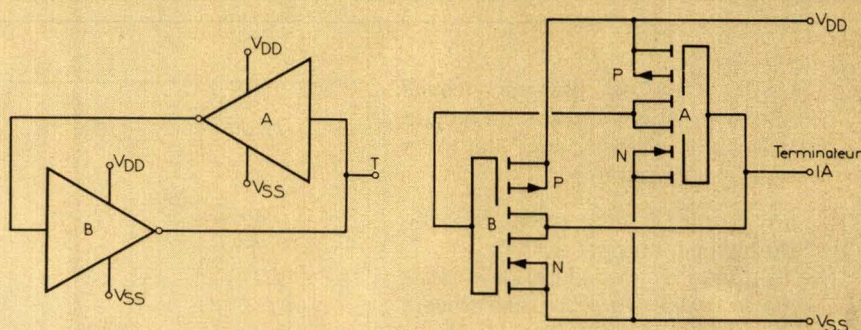

Fig. 1.
Le circuit, très simple, est composé de deux inverseurs C-MOS connectés en série (fig. 1); dès qu'une telle configuration est mise sous tension, le terminateur (T) se polarisera directement à l'état haut ou bas.